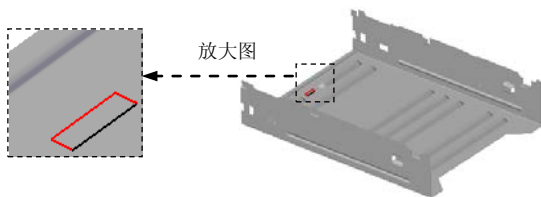

图 8.8.61 定义轮廓深度方向
(3) 定义百叶窗深度及方向。在“百叶窗”命令条中单击“深度设置”按钮 ，在 **距离** 文本框中输入值 3.0，并按 Enter 键，定义其深度方向如图 8.8.61 所示。